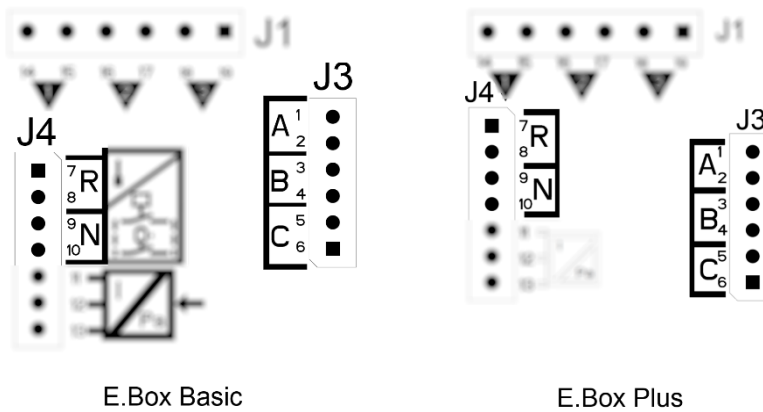

Figura 32: Posición de entrada y alarmas
**Nota:** si no se utiliza esta alarma, se debe realizar un puente en la entrada N. Para identificar la entrada N, consultar la Figura 32.